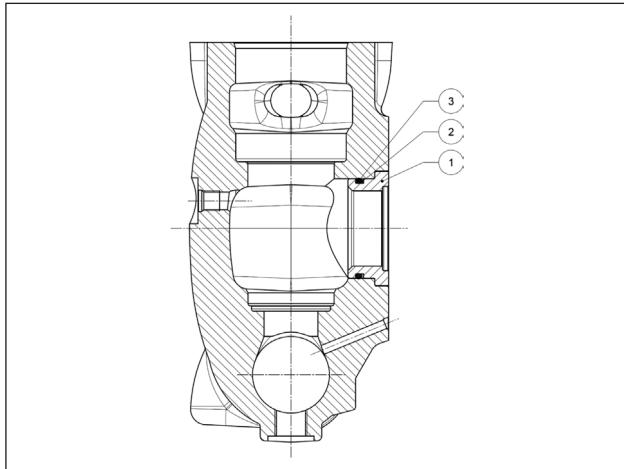
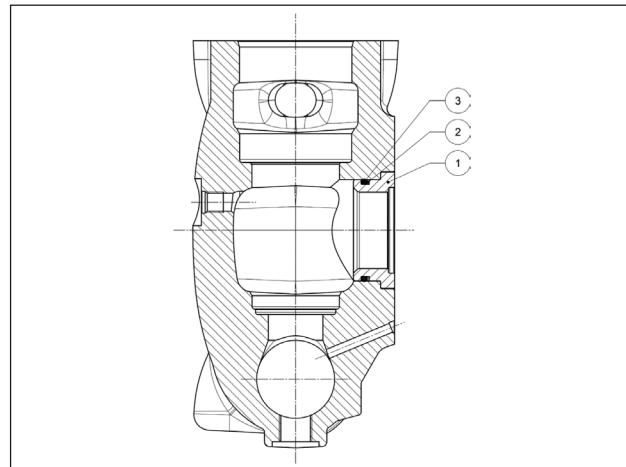

图 167
图 168
必须通过驱动带有防挤压环（位置①）和O形环（位置③）的衬套（位置②）来组装图 167 中的机加工头如 LK36-40-45 和 图 168 中的 LK50-55-60：